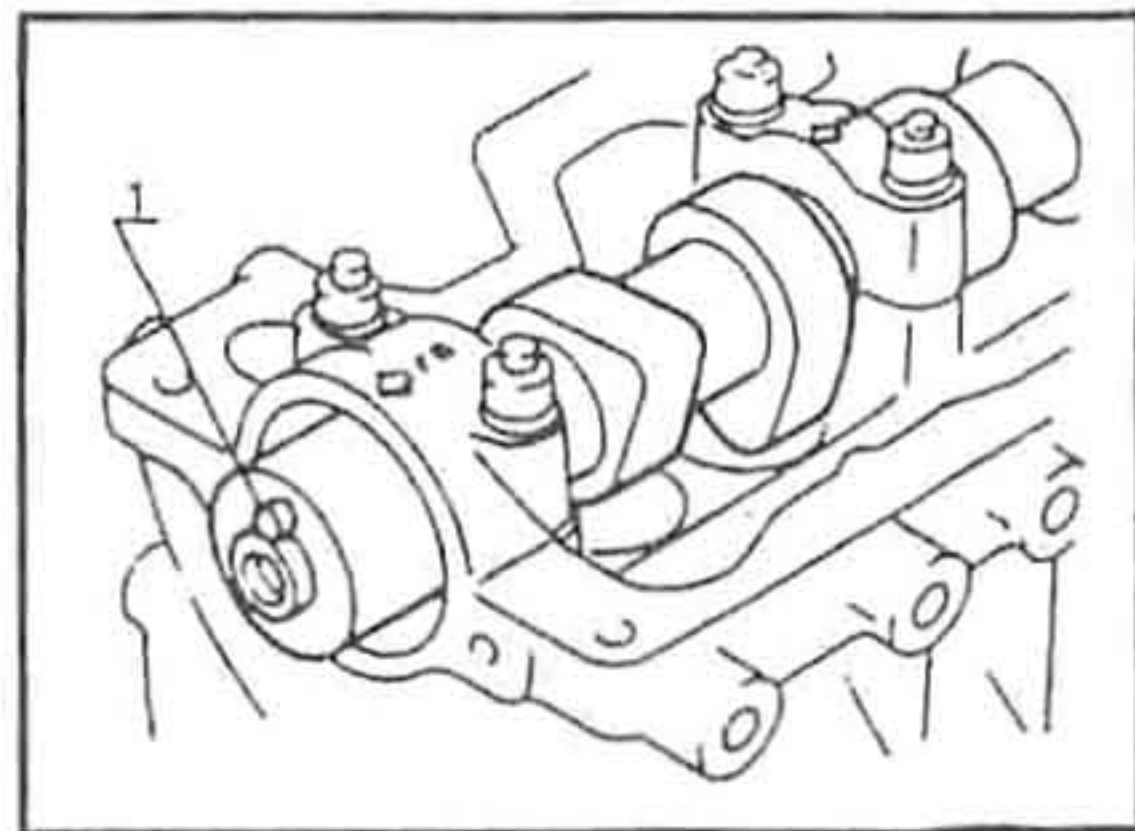

Рис. 21
устанавливайте его после затяжки гаек крепления крышек подшипников, также предварительно смазав его моторным маслом. Если используются сменные вкладыши, они должны устанавливаться на прежние места. Верхние и нижние вкладыши не взаимозаменяемы. Устанавливать распределительный вал необходимо таким образом, чтобы штифт (1) вала (или паз под шпонку) для установки зубчатого шкива был расположен в верхней точке, что соответствует положению первого кулачка в позиции ВМТ на стадии сжатия в первом цилиндре двигателя (рис. 21).